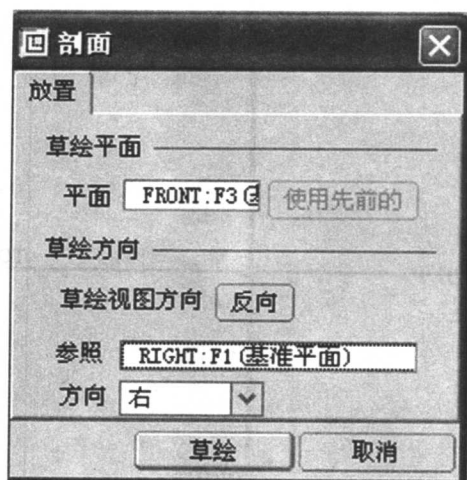

图 1.1.4
Step1:单击工具栏中的拉伸命令的图标 , 或者选择主菜单中的“插入”→“拉伸”, 打开拉伸的面板。首先单击拉伸面板左下端的草绘图标 , 使用“草绘器”来创建一个要拉伸的剖面。单击“草绘器”图标后, 进入剖面窗口, 选取一个草绘平面, 如图 1.1.4 所示选取 FRONT 基准面作为草绘平面, 保持缺省的定向和视图方向的设置。